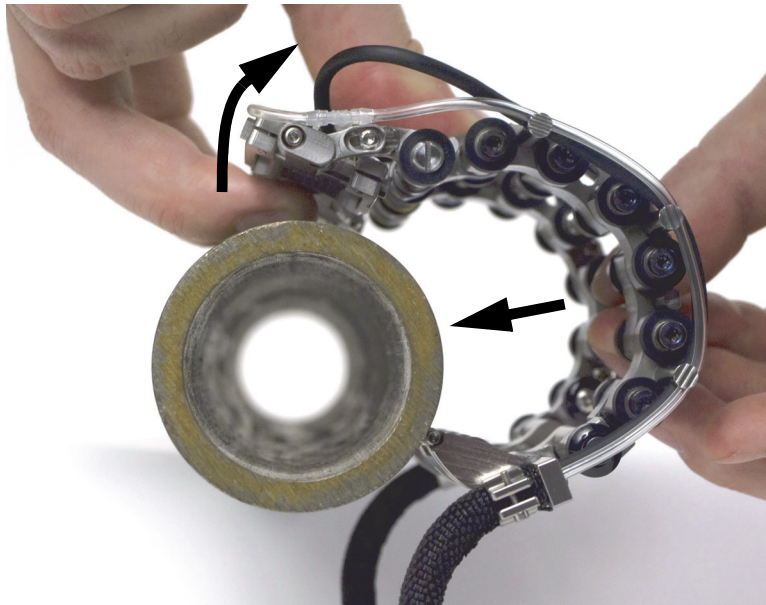

Figure 2-28 Installation du scanner sur le tuyau
- a) Ouvrez les sondes manuellement (voir la Figure 2-28 à la page 56).